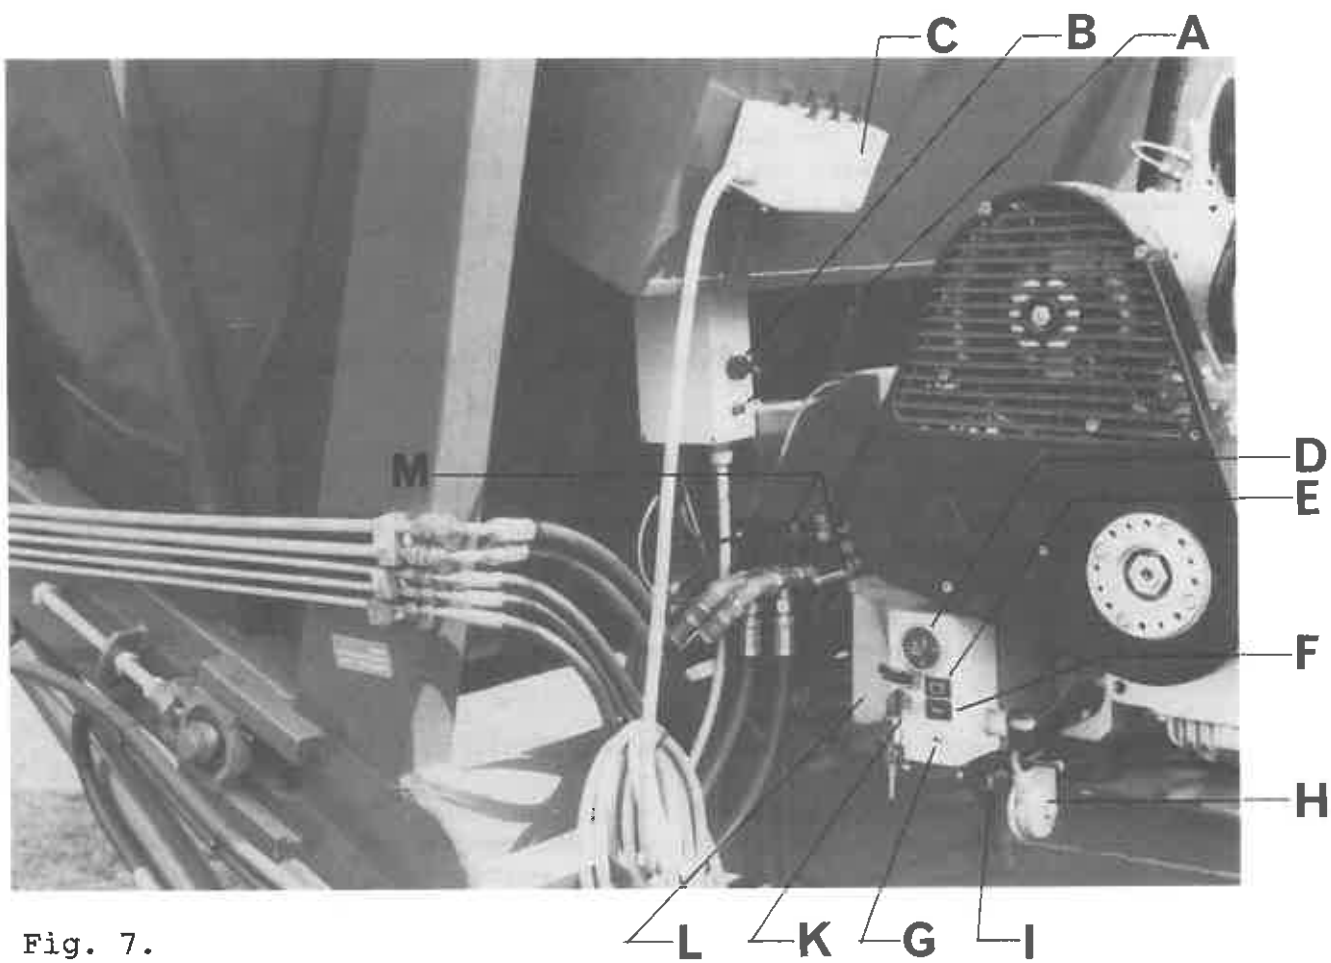

Fig. 7.
Denne bundkæde er den eneste kæde, der kan reguleres i hastighed alt efter roernes størrelse og renhed. Bundkædens hastighed justeres ved at dreje på drejepotentiometeret på den faste el-box på maskinen, B fig. 7. Roemængden til renseskassen kan også reguleres ved at hæve/sænke tværrøret over bundkæden, alt efter behov: roemængde, -størrelse og renhed.
This bottom chain is the only chain, which is adjustable to various sizes and cleanness of the beet. The bottom chain speed is adjusted by turning the potentiometer on the electric box attached to the machine, see B fig. 7.
Diese Bodenkette, ist die einzigste Kette mit Einstellmöglichkeit nach Rübengröße und Reinheit. Die Geschwindigkeit der Bodenkette wird durch Drehen des Potentiometers am festen El.-Kasten an der Maschine justiert, siehe B Fig. 7.
- A. Hele el-anlægget er sikret med 1 stk. 10 Amp. finsikring 5 x 20 mm. Finsikringen er placeret i den faste el-box. Se fig. 7.
- A. The entire electric system is secured with one 10 Amp. fine cut-out 5 x 20 mm in the attached electric box, see fig. 7.
- A. Die ganze El.-Anlage ist mit 1 Stück 10 Amp. Feinsicherung 5 x 20 mm gesichert. Die Feinsicherung sitzt im festen El.-Kasten, siehe Fig. 7.
Start traktoren og lad PTO akselen trække oliepumpe med 540 omdr./min. De to kugleventiler, M fig. 7, stilles med håndtag lodret (nedad), hvorefter støtterullen kan hæves ved hjælp af betjeningsknap nr. 5, se fig. 6. Håndtagene stilles igen vandret.
Start the tractor and let the PTO run the oil pump at 540 r.p.m. Set the handles for the two ball valves, M fig. 7, vertical (down). Then the support roll can be lifted with control button No. 5, see fig. 6. Put the handles back to horizontal.
Den Schlepper anlaßen und die Gelenkwelle die Ölpumpe bei 540 U.p.M. trieben laßen. Die Handgriffe der beiden Kugelventile, M Fig. 7, senkrecht (nach unten) stellen, wonach die Stützrolle mit Bedienungstast Nr. 5, siehe Fig. 6, gehoben werden kann. Dannach die Handgriffe wieder waagerecht stellen.
Ønskes støtterullen hævet grundet flytning af maskinen, skal motoren startes, de to kugleventiler, M fig. 7, stilles lodret (nedad). Støtterullen kan nu hæves ved at betjene kontakt nr. 5, se fig. 6. Efter endt flytning af maskinen og støtterullen igen er sænket, stilles de to kugleventilers håndtag igen vandret.